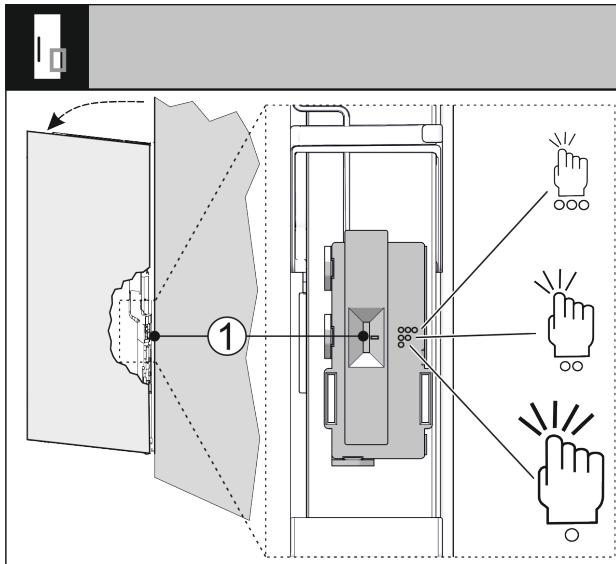

Fig. 34
Можете да настроите чувствителността на датчика за почукване чрез превключвател Fig. 34 (1). Превключвателят е в долната една трета от вратата от страната на пантите.
- Пълзнете превключвателя Fig. 34 (1) в желаното положение на превключвателя.